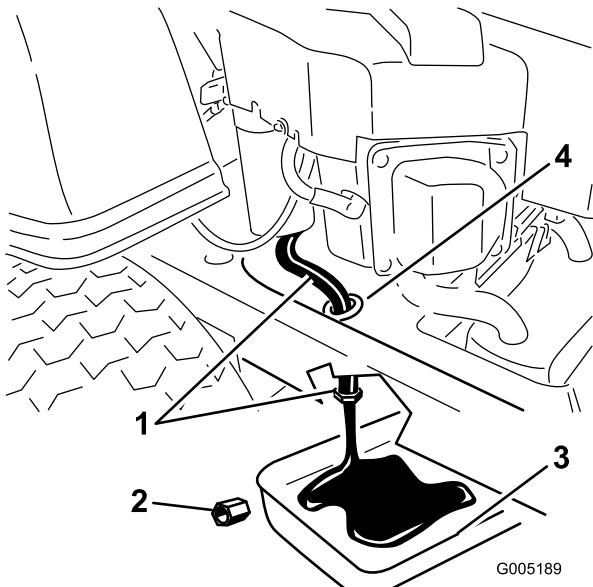

Figure 29
fixé à un flexible de vidange acheminé par un orifice de vidange sur le châssis de la machine (Figure 29). Nettoyez autour du bouchon et du flexible de vidange d'huile.
6. Placez un bac de vidange sous la machine, juste sous l'orifice de vidange du châssis, comme illustré à la Figure 29.
7. À l'aide de deux clés (l'une pour tenir le flexible de vidange d'huile et l'autre pour desserrer le bouchon), retirez le bouchon de vidange d'huile (Figure 29).
13. Quand toute l'huile s'est écoulée, replacez le bouchon de vidange. Serrez le bouchon à 14 Nm (125 po-lb). Essuyez l'excédent d'huile (Figure 29).